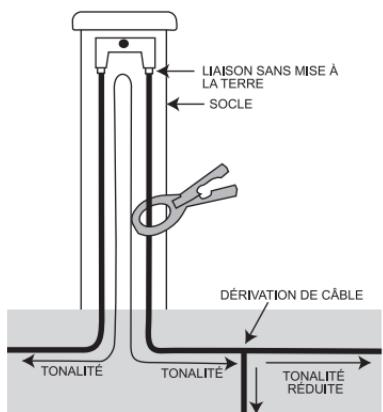

Fig. 12. Tonalité réduite au niveau d'une dérivation de câble
- Tonalité réduite au niveau de la dérivation :** Lorsque tonalité est appliquée à un câble comportant une dérivation, la tonalité est divisée, ce qui a pour effet de la réduire relativement à la longueur et au calibre de chaque conducteur. (Voir fig. 12)